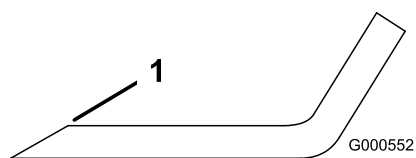

Figure 64
1. Au moyen d'une lime, aiguissez les tranchants aux deux extrémités de la lame (Figure 64).
Remarque: Si la lame est déséquilibrée, limez un peu l'extrémité de l'ailette seulement (Figure 64).